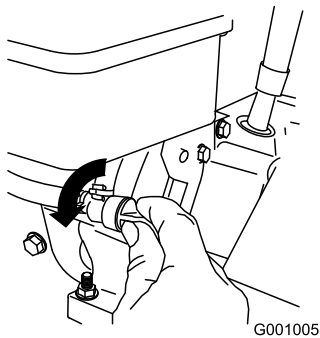

Figure 23
3. Tournez le robinet de carburant dans le sens anti-horaire pour l'ouvrir (Figure 23).